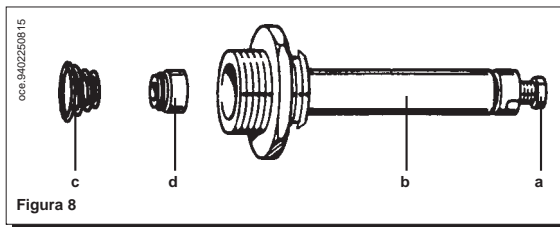

Figura 8
- sostituire la molla avendo cura di posizionarla correttamente (figura 8);
- avvitare a fondo, senza forzare, la vite nera (a) al canotto (b) (figura 8);
- aprire il rubinetto gas e ruotare la manopola (3) predisponendo la caldaia in posizione Estate (☀️);
- substituir el resorte asegurándose de que sea posicionado correctamente (figura 8);
- atornillar completamente, sin forzar, el tornillo negro (a) al manguito (b) (figura 8);
- abrir el grifo gas y hacer girar el botón (3) predisponiendo la caldera en posición Verano (☀️);
- svitare la vite nera (a) di figura 8 a pagina 22 fino a raggiungere il valore di pressione corrispondente alla potenza ridotta vedi tabella 1 a pagina 24.
- *destornillar el tornillo negro (a) (figura 8 en página 22) hasta alcanzar el valor de presión correspondiente a la potencia reducida (véase tabla 1 en página 24);*